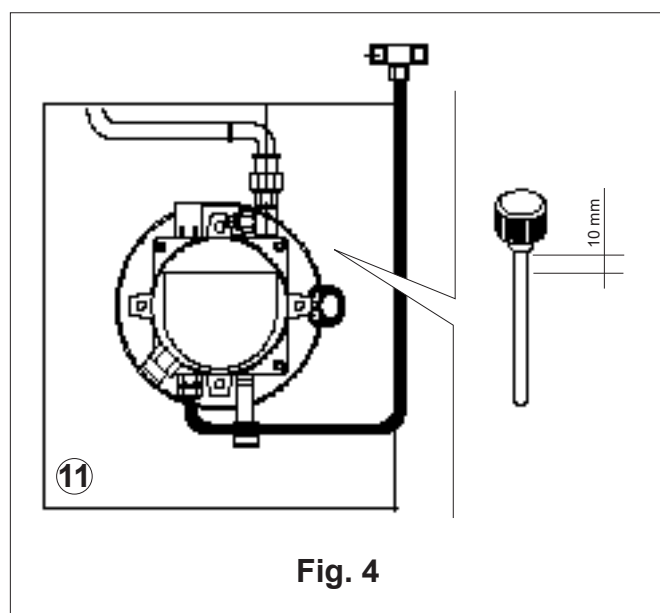

Fig. 4
- Collegare i tubi di drenaggio (4 e 5) alla centralina (11) mediante il tubo (7) (Fig.4).
- Riempire il serbatoio (12) con olio ESSO NUTO H32 od equivalente (Qt.).